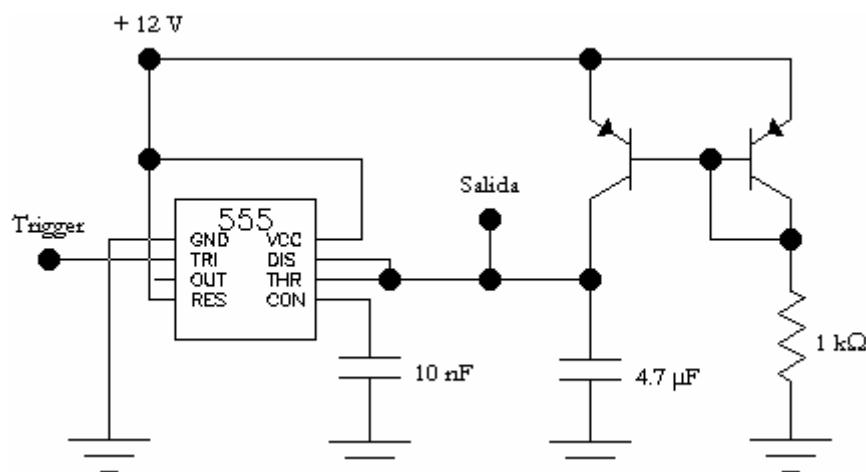

Figura 8
15. Grafique la forma de onda de salida del circuito de la figura 8 luego de que un pulso de disparo es introducido por el pin 2 (trigger) del 555. Caracterizar la forma de onda indicando amplitud y tiempo de la misma, en la gráfica realizada.